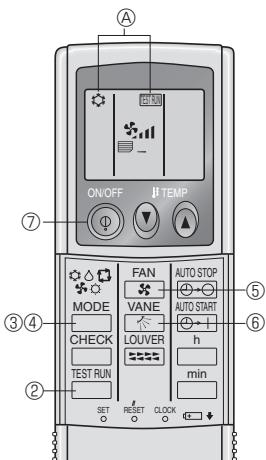

Fig. 7-5
7.2.2. Za pomocą bezprzewodowego pilota zdalnego sterowania (Fig. 7-5)
- ① Włączyć zasilanie jednostki co najmniej 12 godzin przed pracą próbną.
- ② Nacisnąć dwukrotnie przycisk **TEST RUN** raz za razem.